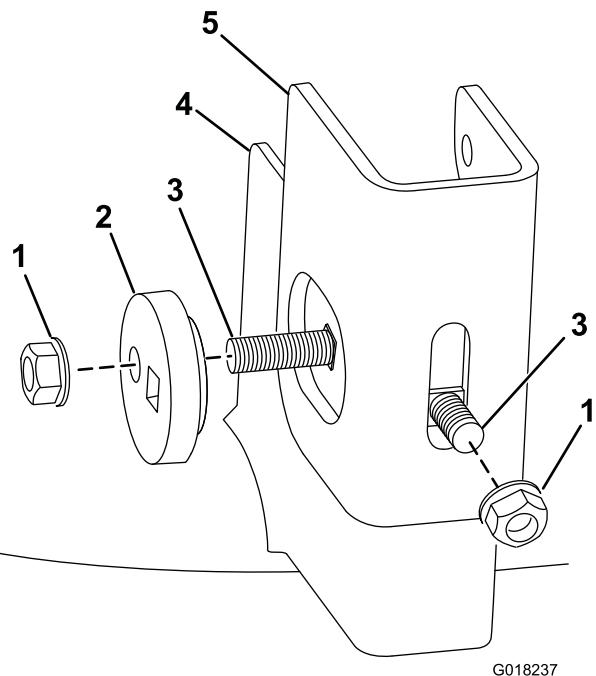

Figura 4
5. Instale las pletinas de suspensión nuevas en los soportes de la carcasa, según se muestra en Figura 3 y Figura 4.